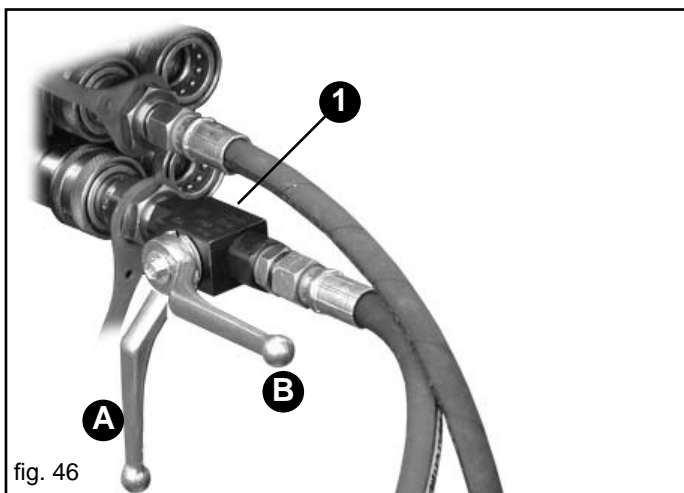

fig. 46
Bei jedem neuen Passieren muß die Sämaschine eine Bezugslinie ziehen, die auf der gegenüberliegenden Seite des vorhergegangenen Passierens liegt. Das Umkehren der Spurreißerarme erfolgt mittels einer öldynamischen Anlage mit Ventil, das dem Anbaugerät beigestellt ist. Die doppelwirkenden öldynamischen Zylinder erlauben das Einklappen des Spurreißers. Die Spurreißvorrichtung ist mit einem Ventil ausgestattet, das die beiden Arme abwechselnd betätigt, weshalb nur ein einziger öldynamischer Verteiler des Schleppers verwendet wird. Die öldynamische Druckölleitung ist mit einem Hahn ausgestattet (1, Abb. 46), der verwendet wird, um den Spurreißerbetrieb auszuschließen. **Beim Transport der Sämaschine auf der Straße muss der Griff des Hahnes sich in Position (A, Abb. 46) befinden, um ein unbeabsichtigtes Öffnen des Spurreißers zu verhindern;** bei der Arbeit muss dieser Griff sich dagegen in Position (B) befinden. Wenn die Anlage nicht verwendet wird, sind die Schnellanschlüsse mit den speziellen Kappen zu schützen und die öldynamischen Schläuche sind in die speziellen Halterungen zu hängen.
- 5) Vor dem Einschalten der Spurreißvorrichtung ist die Sämaschine auf den Boden abzusenken und der Hebel des Hahnes ist in die Position (B) zu bringen (Abb. 46).
- 8) Den Hebel des Hahnes in Position (A) bringen (Abb. 46).